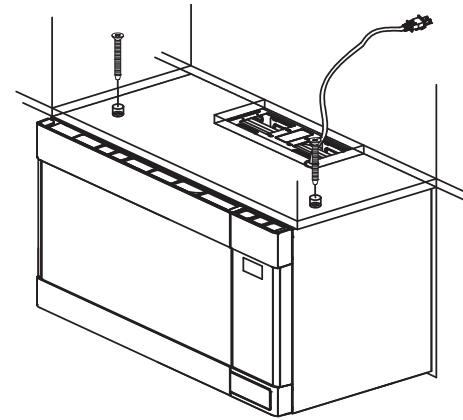

Figure 24
- Insérez ensuite un boulon dans chacun des trous percés dans l'armoire supérieure. Serrez les boulons jusqu'à ce que l'écart entre l'armoire et le four à micro-ondes se referme complètement. Voir la figure 24.